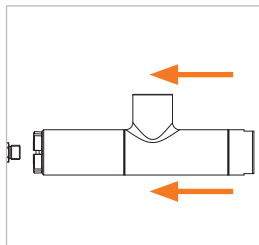

Figure 13
► Après avoir appliqué la pression pilote, insérez le connecteur dans l'axe sur la pièce d'essai jusqu'à ce que le joint frontal (Pos. 7) entre en contact avec la pièce d'essai (Figure 13). Le joint frontal est ainsi préservé des dommages causés par d'éventuels bords saillants de la pièce d'essai et le bon raccordement est garanti.